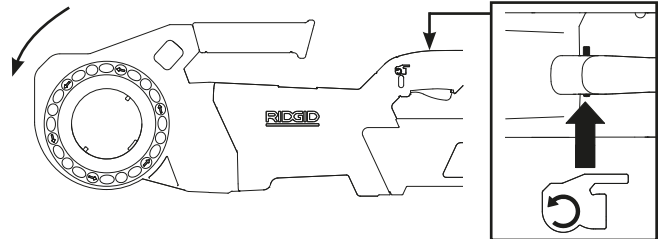

Abbildung 5B - Schalterstellung RÜCKWÄRTS (gegen den Uhrzeigersinn)
- Wiederholen Sie den Vorgang für den Rückwärtsbetrieb (siehe Abbildung 5B). Wenn sich der Kraftantrieb nicht in die richtige Richtung dreht oder der Betrieb der Maschine nicht mit dem EIN/AUS-Schalter bedient werden kann, verwenden Sie die Maschine nicht, bis sie repariert wurde.